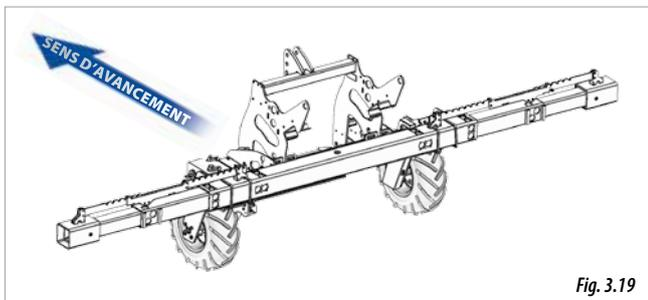

Fig. 3.19
- SIMPLE TÉLESCOPIQUE HYBRIDE (Fig. 3.19).